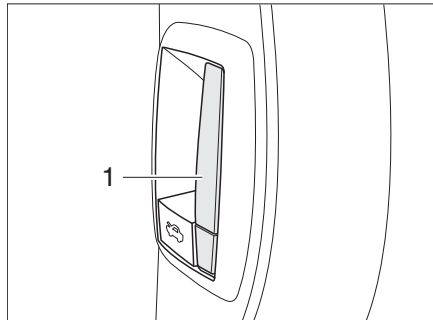

Bild 31 Entriegelungshebel Motorhaube innen
- Den Hebel (Bild 31,1) am Armaturenbrett an der linken Fahrzeugseite ziehen. Die Motorhaube öffnet sich bis zum Anschlag des Sicherungshakens.